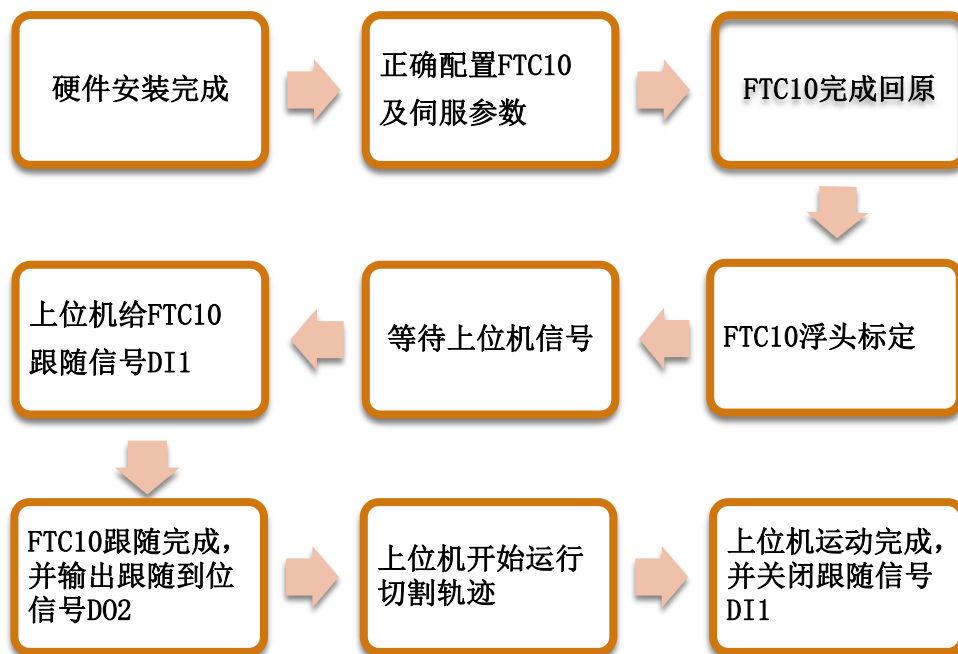

图7-3
3. FTC10与上位机IO口对接方式业务流程，请参考图7-3